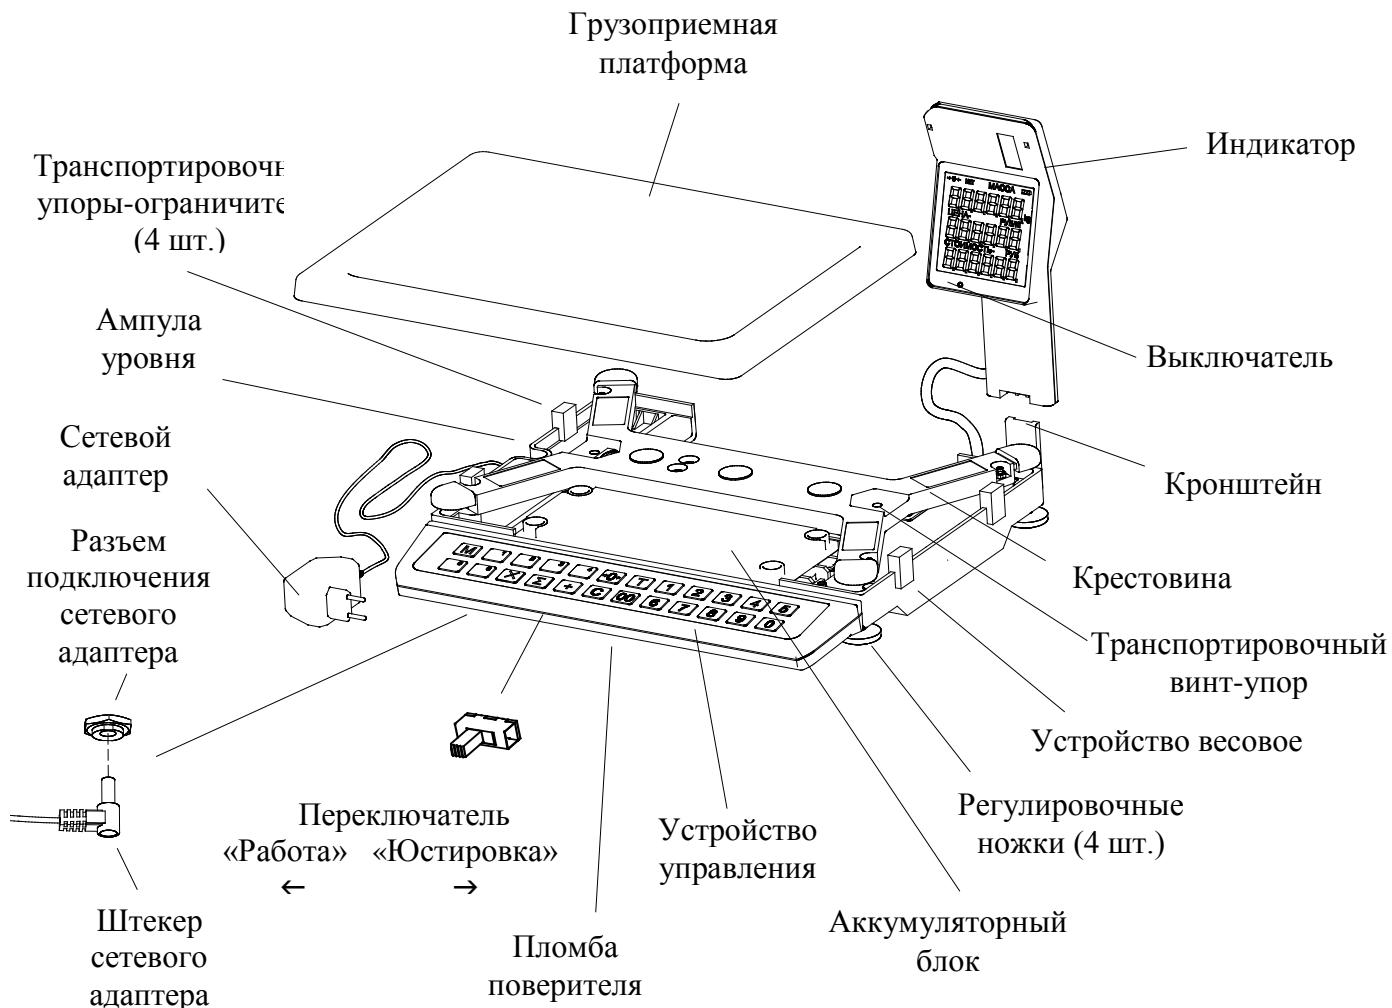
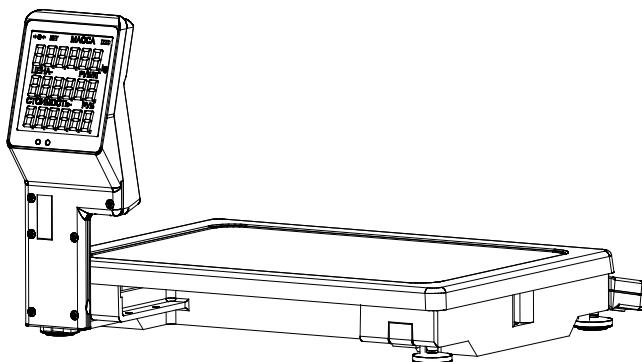

Рис. 5.1 - Весы МК_ТН11
Рис. 6.1 - Весы МК_TH11 в рабочем положении
Конструкция весов представлена на Рис. 5.1 ÷ Рис. 5.3. Назначение кнопок клавиатуры приведено в Табл. 5.1, назначение индикаторов - в Табл. 5.2.
6.2 Снять грузоприемную платформу с весов и убрать транспортировочные упоры - ограничители (Рис. 5.1).
6.3 Надеть индикатор на кронштейн устройства весового (Рис. 5.1, Рис. 6.1).
6.5 Установить грузоприемную платформу на весы (Рис. 5.1, Рис. 6.1).